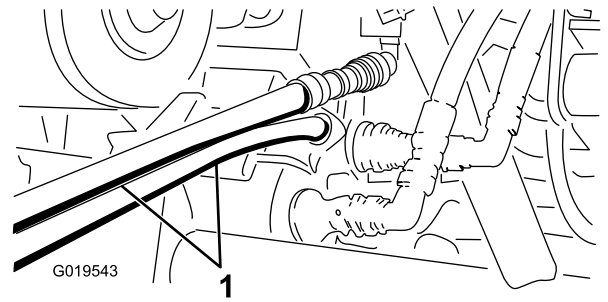

Bild 77
5. Schließen Sie an der anderen Maschine die zwei Schläuche an der Kupplung an, die sich noch in der Kupplungshalterung befindet (schließen Sie den oberen Schlauch an die obere Kupplung und den unteren Schlauch an der unteren Kupplung an) (Bild 77).